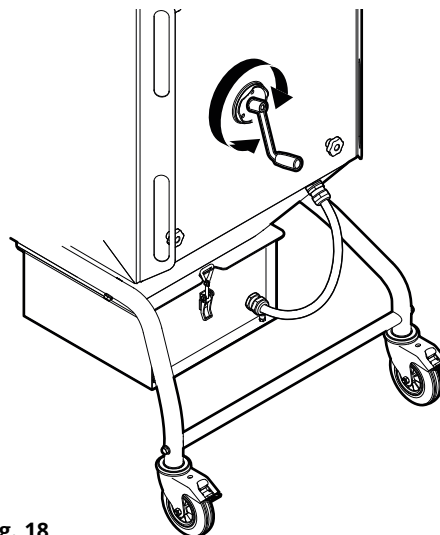

Fig. 18
2. Snurra filterpatronen via veven, ca 5 varv. Se Fig. 18.